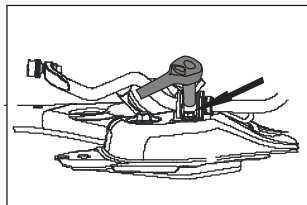

Рисунок III-23
i. Отверните крепежные болты левой и правой втулок стабилизатора. (см. *Рисунок III-23*)